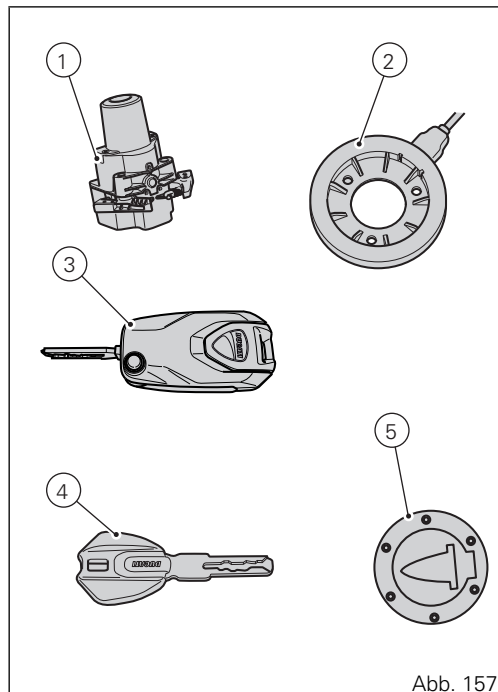

Abb. 157
Der „Hands Free“-Block (1, Abb. 157) ist am vorderen Tankbereich angeordnet. Für den entsprechenden Zugriff muss die Klappe (8) angehoben und entfernt werden.
Das „Key-on“ erfolgt auf das Drücken der Taste (7) am Hands Free-Block (1, Abb. 157) und bei Vorhandensein des aktiven Schlüssels (3, Abb. 162).
Das „Key-off“ erfolgt auf das Drücken der Taste (7) am Hands Free-Block (1, Abb. 157) auch ohne vorhandenen Schlüssel (3, Abb. 162).
Das „Key-off“ erfolgt auf das Drücken der Taste (7) am Hands Free-Block (1, Abb. 157) auch ohne vorhandenen Schlüssel (4, Abb. 162).
Das „Key-on“ erfolgt durch Drücken der Taste (7) am Hands Free-Block (1, Abb. 157) ohne vorhandene Schlüssel (3, Abb. 162) und (4, Abb. 162) bzw. mittels Eingabe des PIN-Codes am Cockpit.